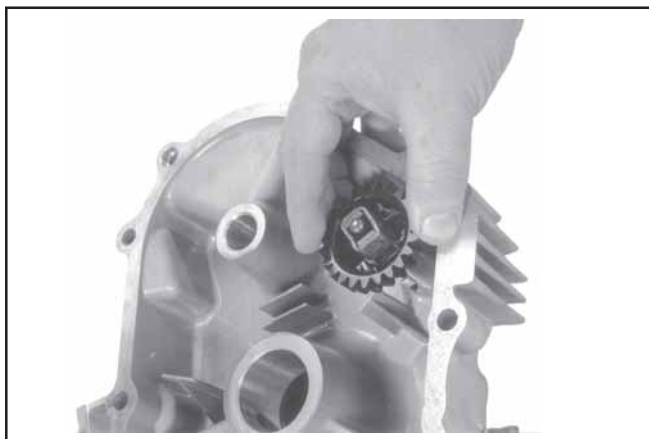

Figure 10-13. Dépose du réducteur du régulateur.
1. Retirer le réducteur du régulateur et la goupille de régulation. Voir la Figure 10-13.